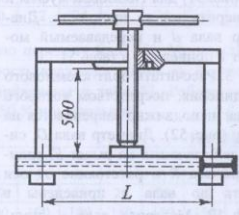

Рис. 49
7. Рассчитать винт и гайку пресса для сгибания двутавровых балок № 16 (рис. 49). Расстояние между опорными лапами пресса приведено в табл. 49. ($W_y = 14,5$ см³).